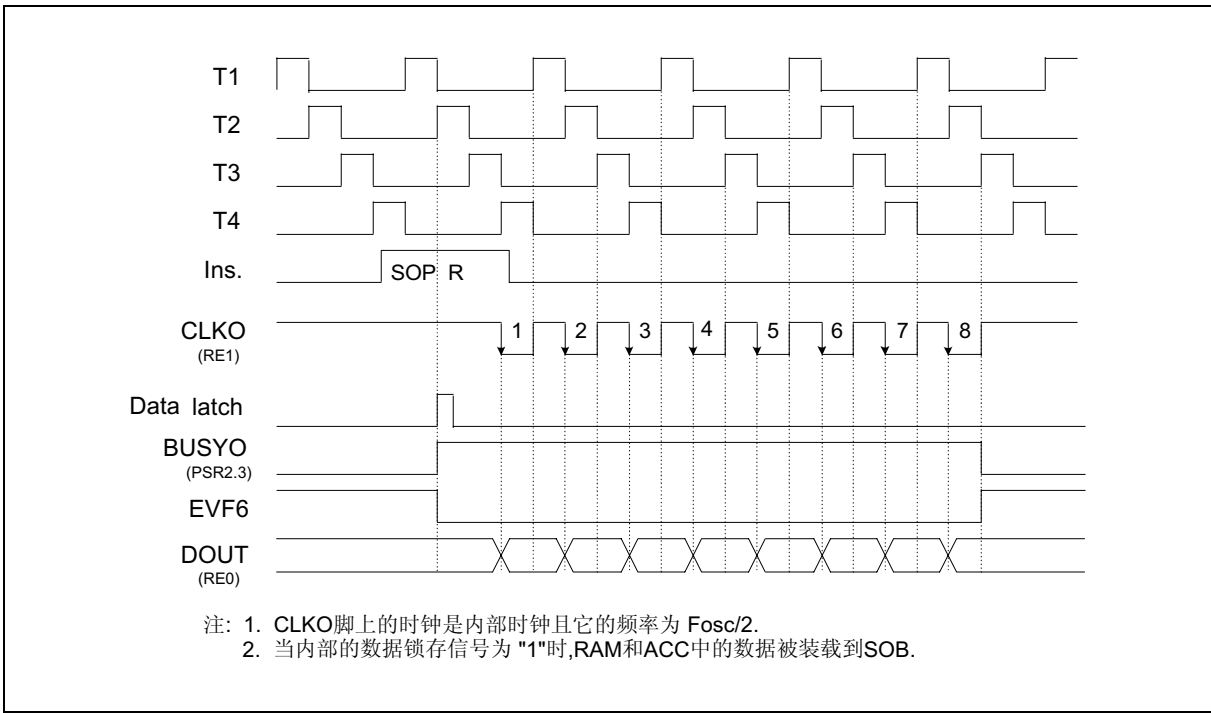

图10. 串口数据输出时序图(SOP R)
- (2) 执行SOP R 指令后, 数据将被装载到串行输出缓冲器(SOB)中, 并把端口状态寄存器2的第3位设为"1" ($BUSYO = 1$)。然后CLKO脚送出8个时钟, 在时钟的下降沿SOB中的数据被发送出去。在发送8时钟后, $BUSYO$ 被重设为"0" 并把EVF.6设为"1"。此时, 如果IEF.6被设置($IEF.6 = 1$), 将会执行相应的中断程序; 如果HEF.6 被设置($HEF.6 = 1$), hold状态将被结束。用户可以通过检测PSR2.3 ($BUSYO$) 可以判断串口发送数据是否完成。如果在发送没有完毕时再次执行SOP R指令数据将丢失。时序图如图10。